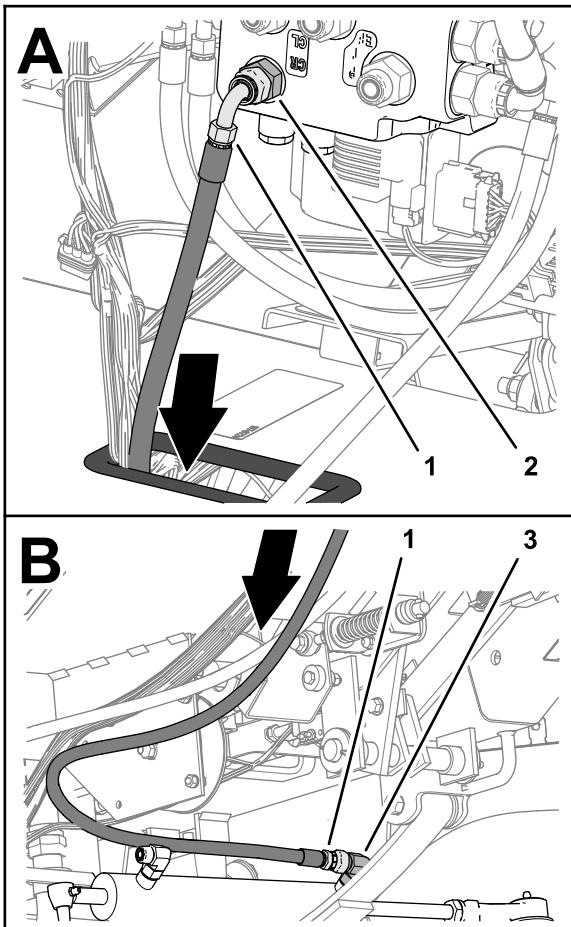

Figura 119
1. Encaminhe a extremidade do tubo 6 x 1397 mm com a união reta através do olhal na placa do piso (Figura 119).
2. Monte a união de 90° do tubo 6 x 1397 mm na união da porta CR da válvula de direção EHI (Figura 119).
5. Monte a união reta do tubo 6 x 1397 mm na união de 90° da porta de retração do cilindro de direção, e aperte ambas as uniões dos tubos (Figura 119).